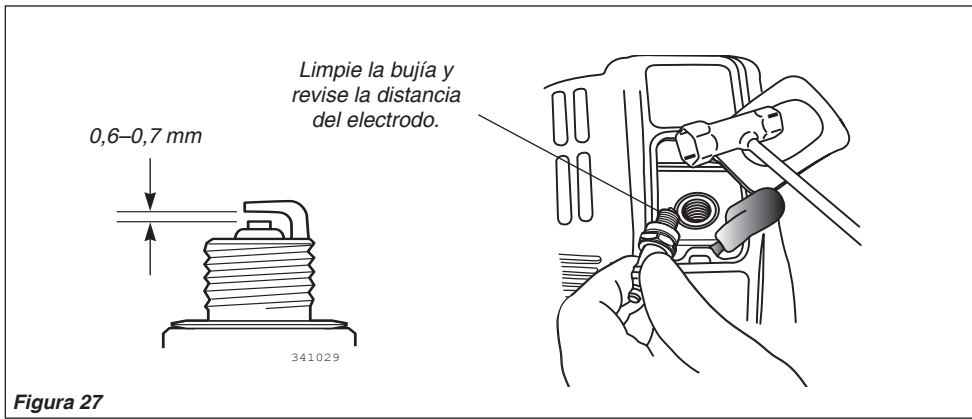

Figura 27
- Retire y limpie la bujía. Ajuste la distancia del electrodo a 0,6-0,7 mm. Si la bujía necesita ser reemplazada, use solamente una bujía NGK CMR5H o una bujía equivalente con resistencia al calor correcta. Consulte la Figura 27.